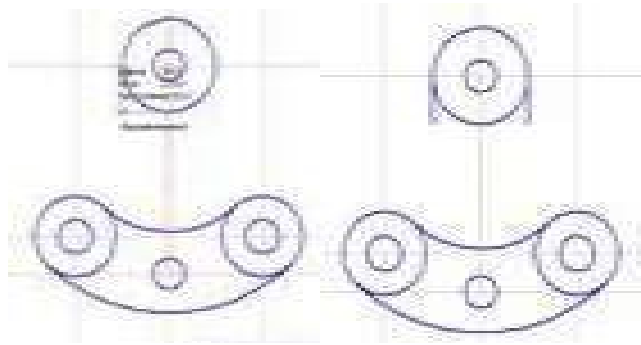

Рисунок 3.13 – Создание параллельных отрезков
13. Выберите *Параллельный отрезок*, щелкните на Вертикальную Ось, затем проведите отрезок до выравнивания по нижней точке окружности (рисунок 3.13).